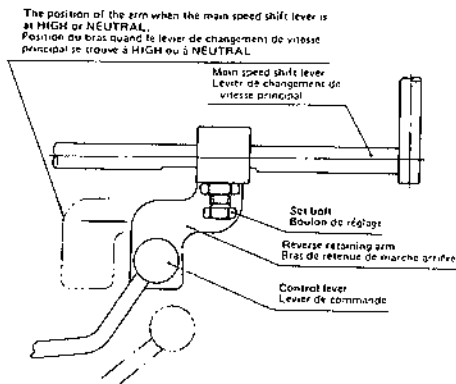

Fig. 5-10
- (2) La position mutuelle entre le bras de retenue de marche arrière et le levier doit être réglée comme illustré sur la Fig. 5-10 à l'aide du boulon de réglage.
- (3) Pour la sécurité du fonctionnement, vérifier les points suivants après avoir terminé les réglages (1) et (2).